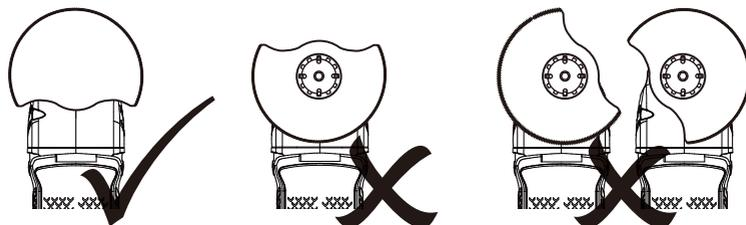

Fig. 13
Nunca ajuste la hoja de sierra segmentada (9) a un ángulo distinto de 0° (Fig. 13).